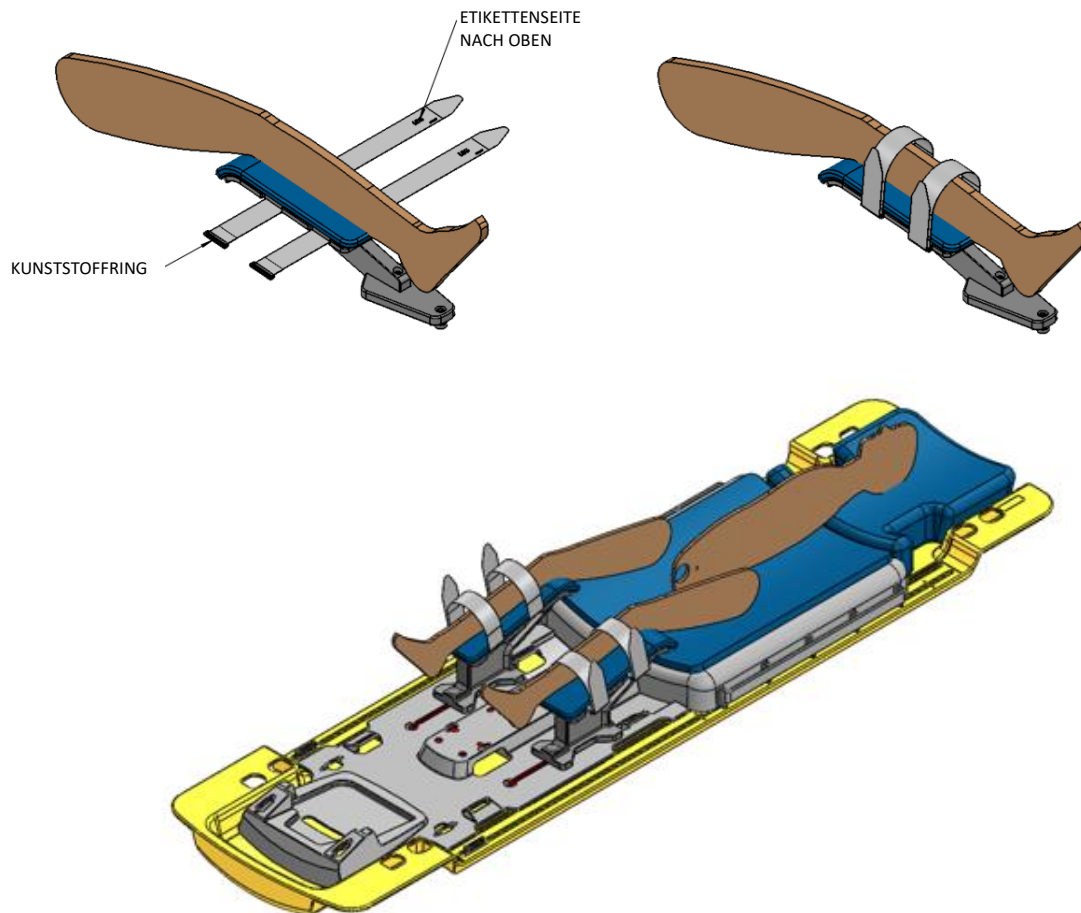

Abbildung 26: Anbringen der Beingurte
- c. Führen Sie vier Beingurtzusätze lose ein, indem Sie den Gurt mit der Etikettenseite nach oben durch die Beinstützenschlitzte einfädeln (*Abbildung 26*).
- d. Stützen Sie die Beine des Patienten und passen Sie die beiden Beinstützen entlang der Schlitzte der Basisplatte in Abhängigkeit von der Position des Patienten an (*Abbildung 26*).
- e. Von den vier zuvor montierten Beinstützensgurten wickeln Sie jeweils einen Beinstützensgurt um das Bein des Patienten und führen Sie ihn durch den Kunststoffring. Klappen Sie dann jeden Gurt zurück, um ihn zu befestigen (*Abbildung 26*).